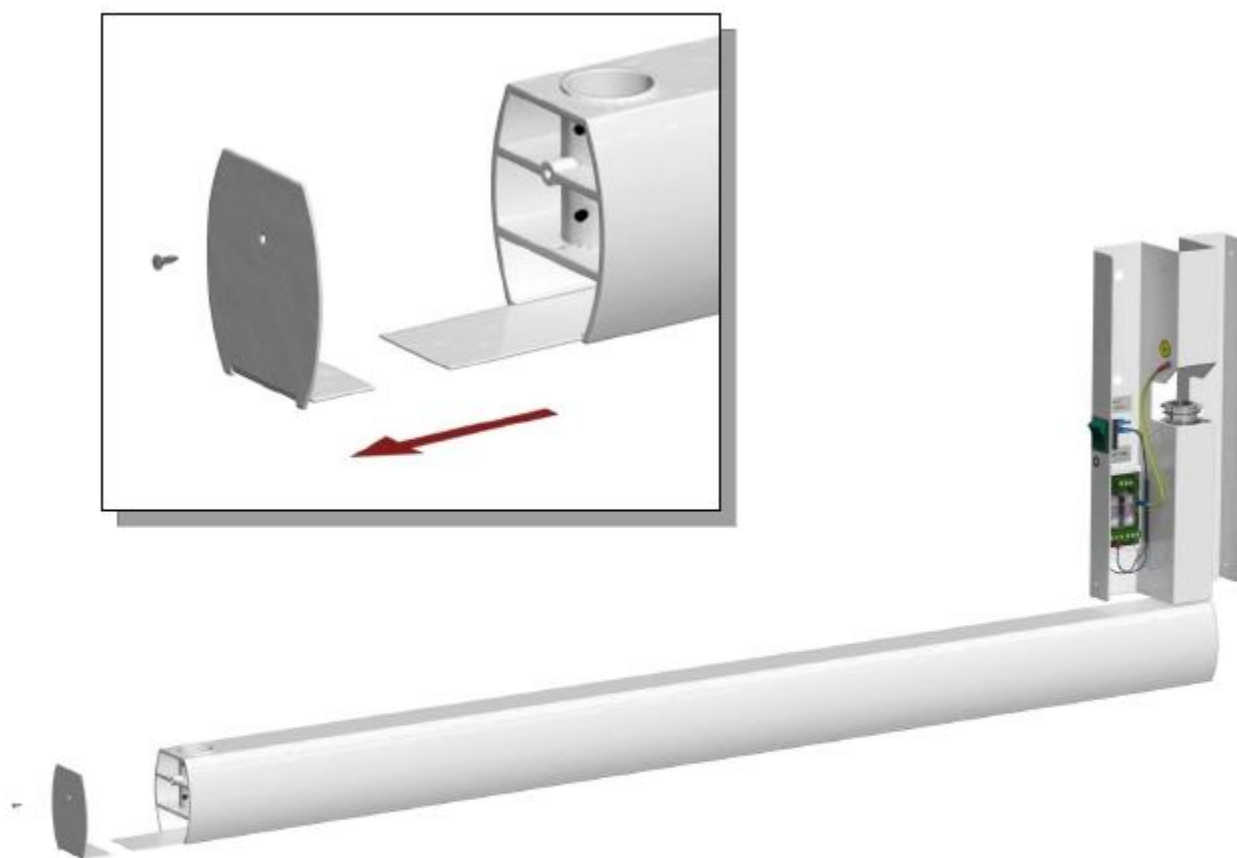

Рис. 4
- ✓ Замените SEGER, открепите переднюю крышку и удалите полоски (рис. 4)